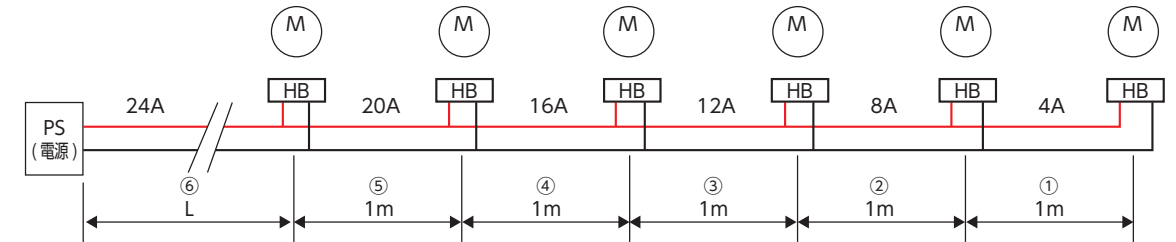

図1.機長3m×2台のコンベヤ配置図
問1 図1において、①の場所にも必要且つ十分な電圧を供給する為には、機長3m (1ゾーン1000mm×3ゾーン) を2台つないだ場合、PS直近寄りには24Aになるとは思いますが、電源線が2mm²の場合、Lは何mになるでしょうか？